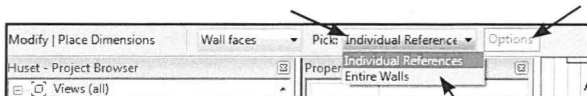

Fig. 12.14. Vælg *Entire Walls*, og derefter *Options*.
- Inden målkæden afsættes, vælges *Entire Walls* i *Modify* panelet (Fig. 12.14).
- Klik *Options* herefter (Fig. 12.14).